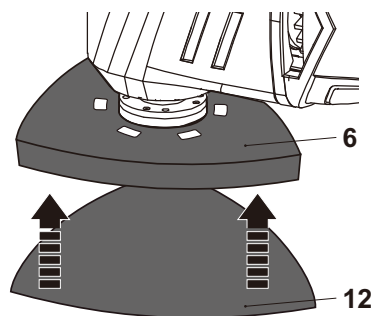

Fig. 3
- > Comprove que a placa base para lixar (6) está devidamente fixa e ajuste-a se necessário.
- > Devido ao sistema de velcro, as folhas de lixa colocam-se com uma simples pressão na placa base. Alinhe e coloque a folha de lixa apropriada (12) na placa base (6) e pressione ligeiramente a folha de lixa (12) para fixá-la (Fig. 3).